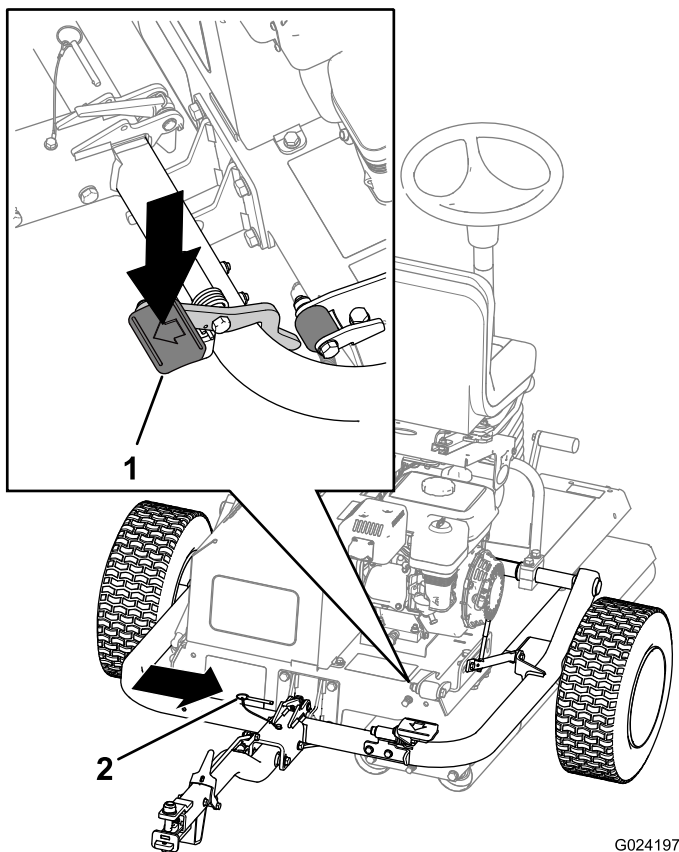

图7
5. 踩到挂钩踏板上、直到挂钩锁入就位 (图7)。
6. 插入锁定销 (图7)。